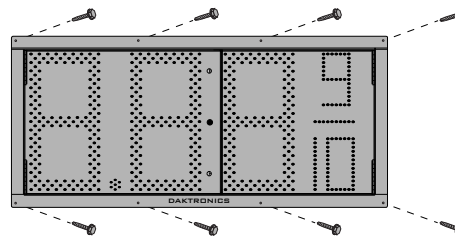

Figura 1: Sujeción del gabinete de dígitos
1. Monte la pantalla en la estructura del cartel usando los orificios provistos en la brida de montaje. Consulte la **Figura 1** y **Figura 2**.